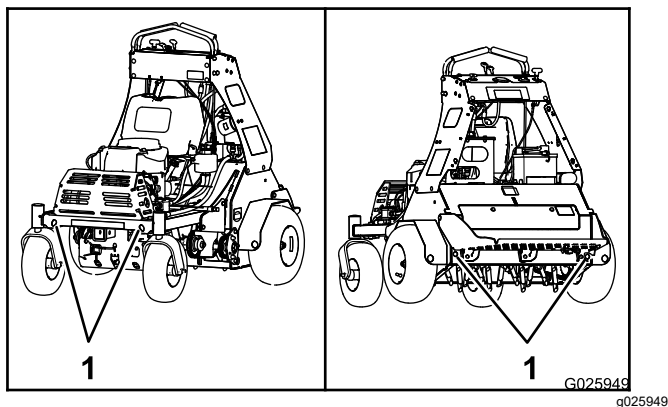

Figure 21
7. Servez-vous des points d'attache de la machine pour l'arrimer solidement sur la remorque ou le véhicule de transport au moyen de sangles, chaînes, câbles ou cordes (Figure 21).